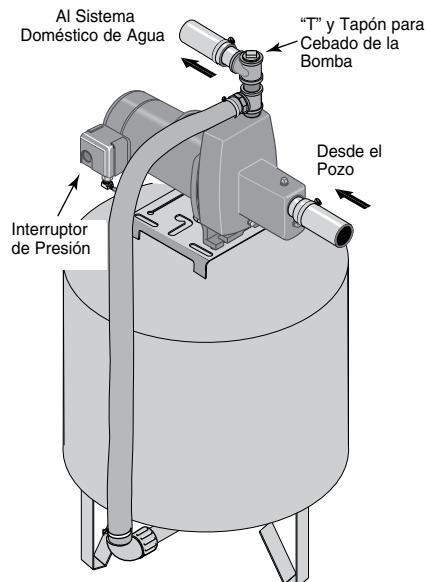

**Figura 3: Instalación para agua superficial**
## INSTALACION PARA AGUA SUPERFICIAL (FIGURA 3)
- Paso 2. Instale una válvula de retención y la tubería de succión (vea la Figura 3). Asegúrese de que la válvula de retención funcione libremente. Utilizar cinta selladora de PTFE para roscas de tubería sobre las juntas roscadas de la tubería. Proteja la conexión de la válvula de retención de peces, basura, etc., con la instalación de una malla de alambre a su alrededor (Vea la Figura 3).
- Paso 4. Instale una "T" para cebar, tapón para cebar y la tubería de succión a la bomba (vea la Figura 3). Soporte la tubería para que no haya inclinaciones verticales o hundimientos en ella a fin de que no ejerza tensión sobre el cuerpo de la bomba y con el propósito de que no se incline ligeramente hacia arriba desde el pozo hacia la bomba (los puntos altos pueden ocasionar que se formen bolsas de aire que pueden bloquear la bomba). Sellar las juntas de la tubería de aspiración con cinta selladora de PTFE para roscas de tubería. Las juntas deben ser a prueba de agua o estar herméticamente cerradas. *Si la tubería de succión pudiera succionar aire, la bomba no podrá sacar agua del pozo.*